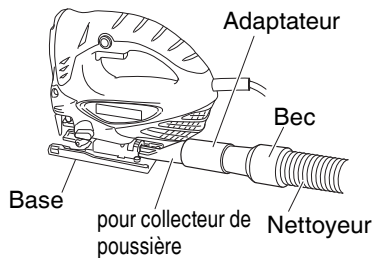

Fig. 16
- (3) Raccorder le adaptateur pour collecteur de poussière à l'adaptateur. (Fig. 16)
- (4) Raccorder l'adaptateur au bec du nettoyeur. (Fig. 16)